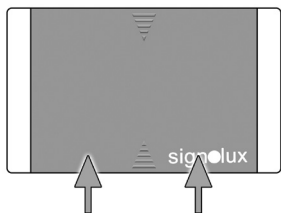

Abb. 3
- Schieben Sie die Plastikfront nach oben. Hierbei ist ein gewisser Widerstand der Einrastung zu überwinden. (Abb. 3)